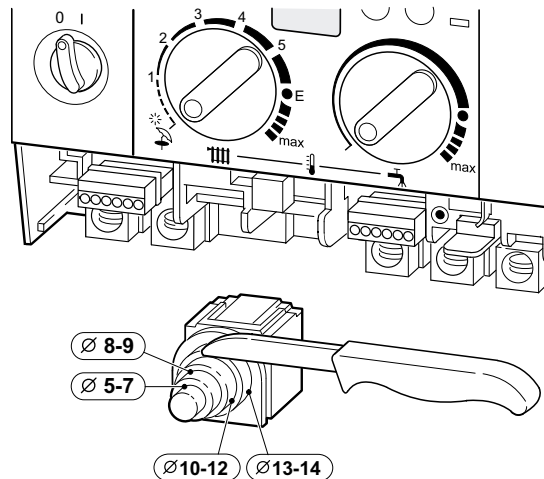

Bild 17
- ▶ Für Spritzwasserschutz (IP): Das Loch für die Kabeldurchführung entsprechend dem Durchmesser des Kabels wählen, Bild 17.